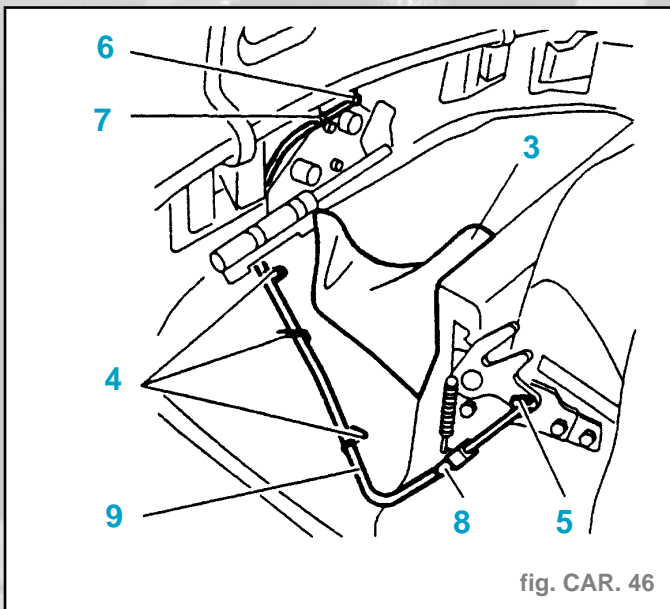

fig. CAR. 46
- Décoller partiellement la feutrine (3) du rangement de capote (fig. CAR. 46).